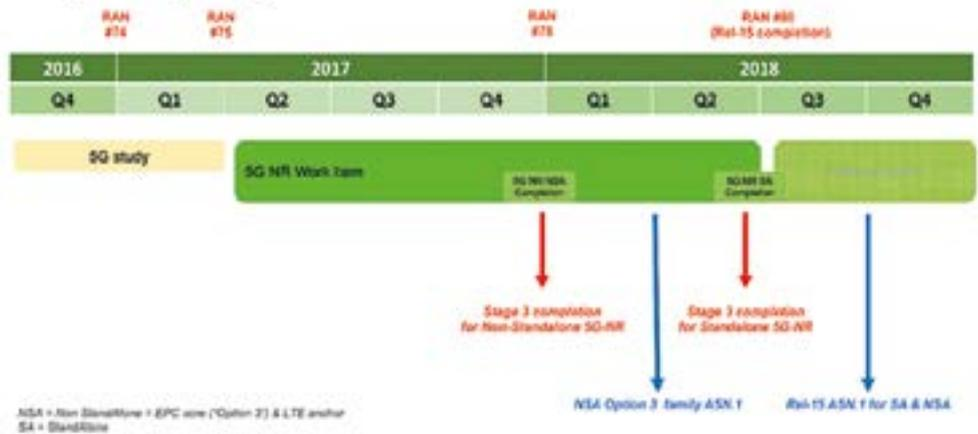

Figura 3. Calendario acelerado de lanzamiento de NR de 3GPP (desde marzo de 2017).
Sin embargo, las fechas propuestas de ITU y las frecuencias que se utilizarán continúan siendo inciertas. En la reunión plenaria 3GPP RAN de marzo de 2017 (nº 75), se presentó un camino a seguir (WF) con un calendario acelerado para el lanzamiento del 5G New Radio (NR), como se ve en Figura 3.